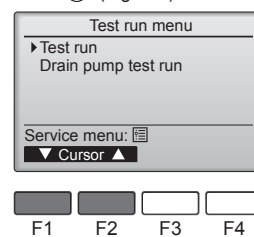

Fig. 6-4
④ Sélectionnez "Test run" (Test fonctions) à l'aide du bouton [F1] ou [F2], puis appuyez sur le bouton (✓). (Fig. 6-4)